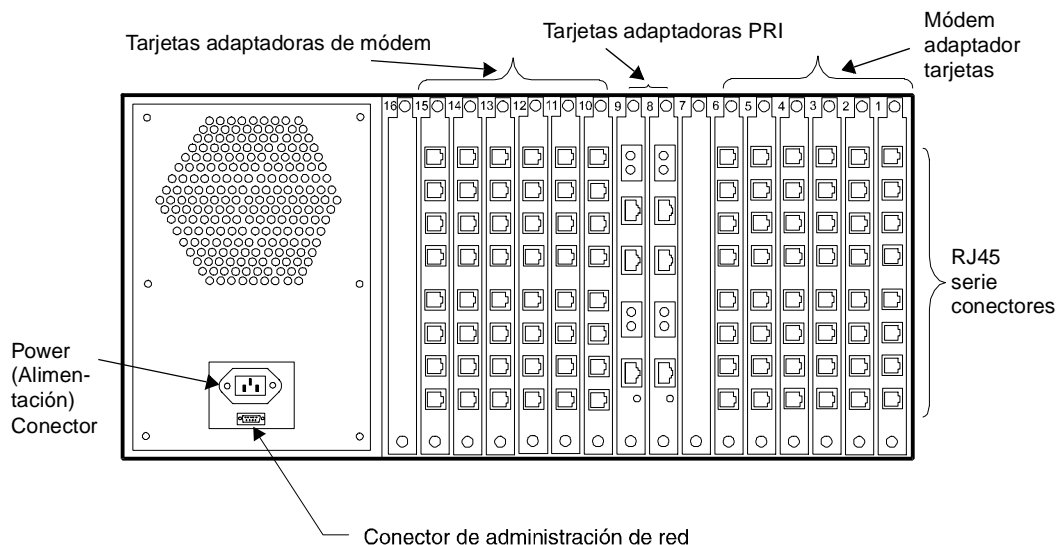

Figura 1-4. Panel posterior del chasis del 4000
Como se ve en la Figura 1-4, la parte posterior del chasis del 4000 contiene los componentes siguientes:
- Las tarjetas adaptadoras de módem (las tarjetas adaptadoras digitales tienen conectores en serie RJ45 como se ve en la Figura 1-4; las tarjetas adaptadoras analógicas tienen conectores telefónicos RJ11 y conectores en serie RJ45)